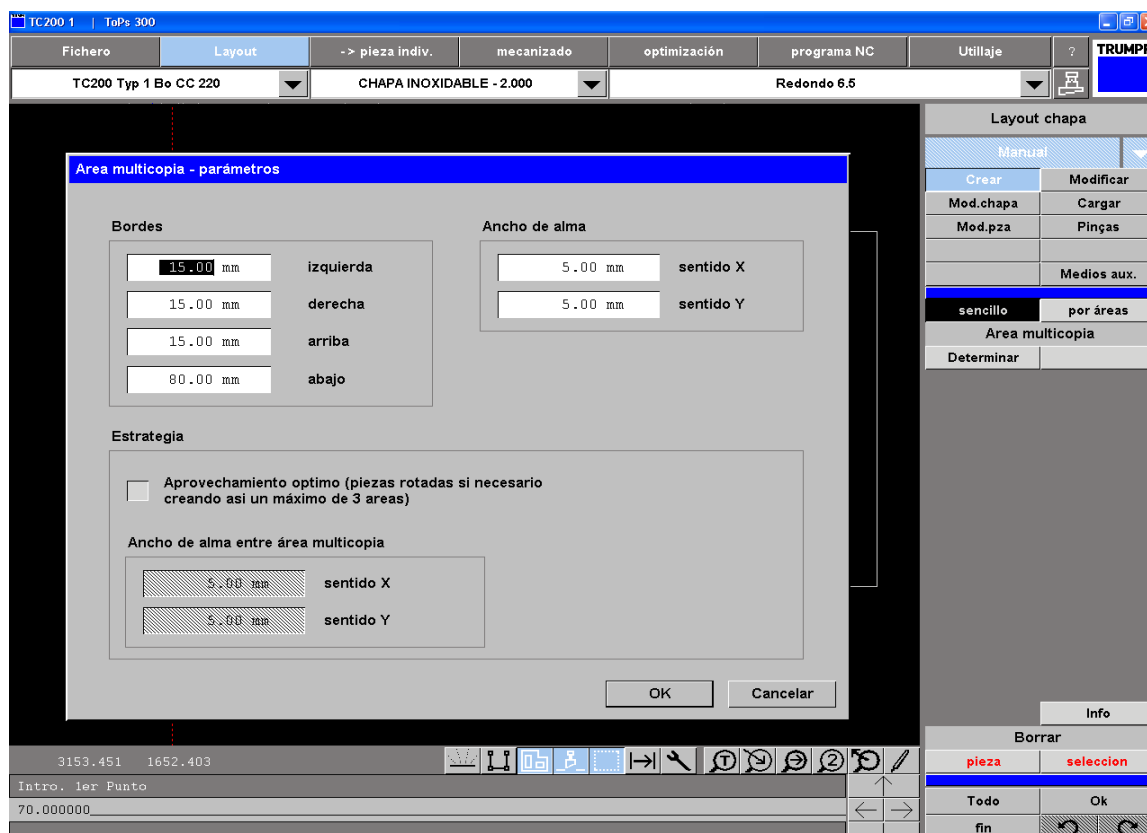

Figura 21: creación del área multicopia
Tanto en una como en otra, al pulsar el botón se despliega otra pantalla, incluida en la figura 21, la que se nos parecen unos parámetros que tenemos que introducir.son:
- Los bordes que queremos que nos respete, en los cuatro lados (en la figura 21 aparece como límite inferior 80mm, ya que es la mínima distancia a respetar, para no tener problemas de colisión con las garras).